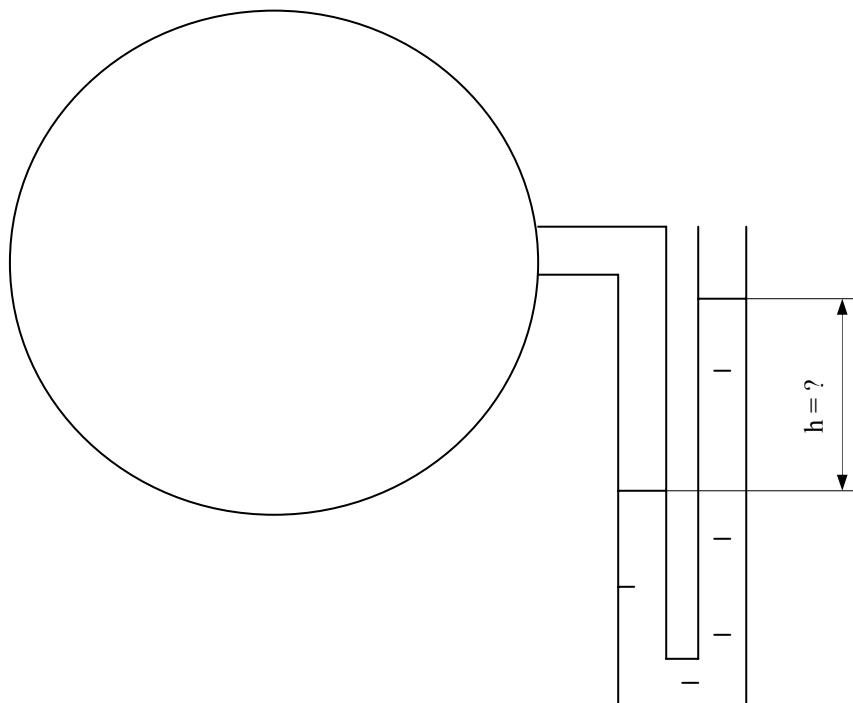

Рисунок 2.8 – схема к задаче 2.17
2.17 Замкнутая емкость, заполненная газом с абсолютным давлением 156 кПа, соединена через запорное устройство с U-образным манометром (см. рис. 2.8). Манометр заполнен ртутью, при этом отметки столбов жидкости находятся на одном уровне. После того, как запорное устройство открыли, давление емкости вытеснило часть жидкости. Вычислить высоту столба ртути h , определяющую величину давления в емкости. Принять, что вокруг установки нормальное атмосферное давление.